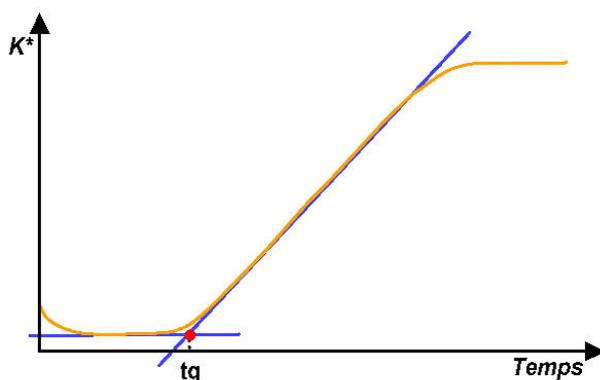

Figure 10 : K^* représente la viscosité à l'état liquide, la consistance à l'état « pâteux » et sa rigidité à l'état solide.
- Méthode des tangentes sur l'évolution de la consistance (résines réactives) – cf. figure 10